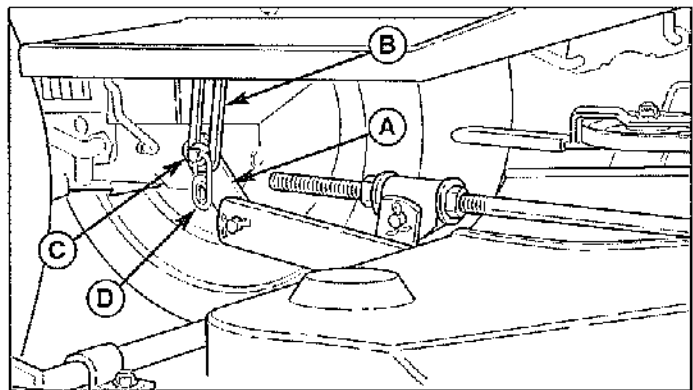

Figure 10. Bras de relevage (vue de dessous du côté droit du tracteur)
4. Séparer le bras de relevage de la tondeuse (A, figure 10) du bras de relevage du tracteur (B). Remettre la rondelle et le clip de sûreté (D) en place.
4. Voir la figure 10. Raccorder le bras de relevage de la tondeuse (A) au bras de relevage du tracteur (B) au moyen de la rondelle plate (C) et du clip de sûreté (D).
6. Enlever la chaîne de levage (D) du crochet de levage (C). Refaire la même chose de l'autre côté.
7. Retirer la courroie de la poulie de PDF (B, figure 10).